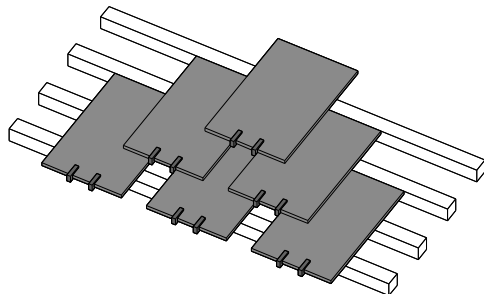

fig. 7.41
- La **pose à claire-voie ordinaire** dans laquelle chaque rang est constitué d'ardoises espacées d'un tiers de largeur d'ardoise environ. Le recouvrement des ardoises amont sur les ardoises aval est semblable à celui de la pose à pureau entier (fig.7.41).